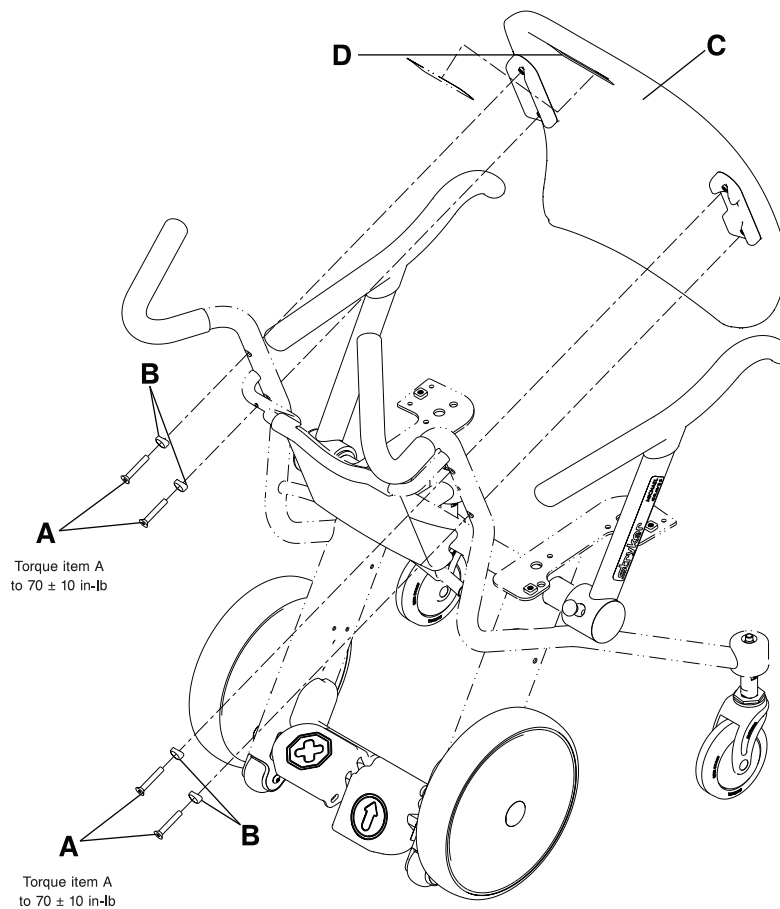

Afbeelding 7-20: Rugleuning verwijderen
2. Verwijder met een 3/16 inch inbussleutel de vier platkopschroeven (A) en adapters (B) om de rugleuning (C) van het stoelframe te verwijderen. Bewaar de schroeven, adapters en rugleuning (Afbeelding 7-20 op pagina 7-36).
3. Bij het weer installeren van de rugleuning installeert u met een 3/16 inch inbussleutel de vier platkopschroeven (A) en adapters (B) (in stap 2 verwijderd) om de rugleuning (C) aan het stoelframe te bevestigen (Afbeelding 7-20 op pagina 7-36). Haal de schroeven met een 3/8 inch momentsleutel aan tot  $70 \pm 10$  in-lb ( $8 \pm 1,1$  Nm).